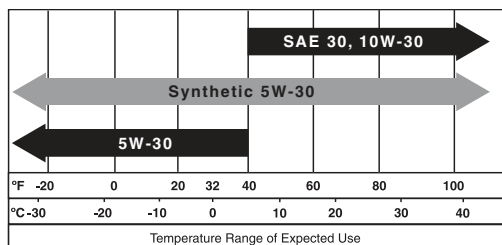

FIGURA 22: Viscosidad de aceite recomendada
Se recomienda aceite SAE 10W-30 para uso a temperatura general. Consulte la Figura 22 para obtener información sobre las viscosidades que se pueden utilizar. Es posible usar otras viscosidades que aparecen en el gráfico si la temperatura media en su área se encuentra dentro del rango indicado.
- ☐ Aceite para motor sin uso (del tipo SAE que se indica en la Figura 22)
13. Usando el embudo, vierta el aceite nuevo (sin uso) en el orificio de llenado de aceite. (Vea en la Figura 22 el tipo de aceite recomendado). No llene en exceso.